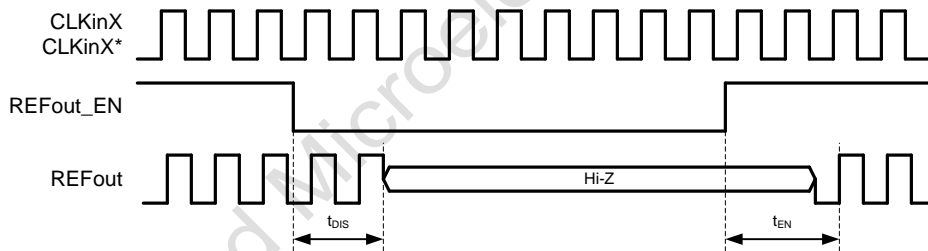

图 3, REFout_EN 时序图
- (2) V_{ID} 和 V_{OD} 电压的定义, 请参见**差分电压测量术语**。
- (3) 参数由设计指定, 未经生产测试。
- (4) 对于 $\geq 100MHz$ 的时钟输入频率, CLKinX 可以由高达 $3.3V_{PP}$ 的单端 (LVCMOS) 输入摆幅驱动。时钟输入频率 $< 100MHz$, 单端输入摆幅应限制在 $2V_{PP\ max}$ 以防止输入饱和 (请参阅**驱动时钟输入**用于连接 $2.5V/3.3V$ LVCMOS 时钟输入 $< 100MHz$ 到 CLKinX 的输入)。
- (5) 必须满足规定的 ESR 要求, 以确保振荡器电路没有启动问题。然而, 较低的 ESR 值的晶体可能需要保持在晶体的最大功耗 (驱动电平) 规格以下。参考晶体驱动电平考虑的**晶体接口**。
- (6) 输出工作在频率范围以外的情况请参见**典型特性**。
- (7) 对于 $100MHz$ 和 $156.25MHz$ 时钟输入条件, 附加 RMS Jitter (J_{ADD}) 使用方法#1 计算: $J_{ADD} = \sqrt{J_{OUT} * J_{OUT} - J_{SOURCE} * J_{SOURCE}}$, 其中 J_{OUT} 是在输出驱动器和 J_{SOURCE} 处测量的总 RMS 抖动是应用于时钟源的 RMS 抖动时钟输入。对于 $625MHz$ 时钟输入条件, 附加 RMS 抖动使用方法#2 进行近似计算: $J_{ADD} = \sqrt{2 * 10^{dBc/10}} / (2 * \pi * f_{CLK})$, 其中 dBc 是从 $1MHz$ 到 $20MHz$ 带宽集成的输出噪声底的相位噪声功率。相位噪声功率可以计算为: $dBc = \text{噪底} + 10 * \log_{10}(20MHz - 1MHz)$ 。附加 RMS 抖动近似为 $625MHz$ 使用方法#2, 因为时钟源的 RMS 抖动不够低, 无法实际使用方法#1。
- (8) 来自 GM5528 的 $122.88MHz$ LVPECL 时钟源。典型的 $J_{SOURCE} = 73fs$ RMS ($10KHz$ 至 $1MHz$) 和 $148fs$ RMS ($12KHz$ 至 $20MHz$)。有关详细信息, 请参阅 GM5528 数据表。
- (9) 输出缓冲器的噪底测量为缓冲器的远端相位噪声。通常这个偏斜是 $\geq 10MHz$, 但对于由于测量设备的限制的较低频率, 这个测量偏斜可以低至 $5MHz$ 。
- (10) 随着时钟输入压摆率的降低, 噪底会降低。与单端时钟相比, 差分时钟输入 (LVPECL, LVDS) 由于其共模噪声抑制, 在较低压摆率下噪底将不太容易下降。但是, 建议对差分时钟使用尽可能高的输入压摆率, 以实现最佳的噪底。
- (11) HCSL 或 CMOS 的交流时序参数取决于输出电容负载。
- (12) 参见图 3, 输出使能时间是 REFout_EN 拉高后使能输出所需的输入时钟周期数。相似地, 输出禁用时间是 REFout_EN 拉低后禁用输出所需的输入时钟周期数。要求 REFout_EN 信号的边沿转换应比输入时钟周期快得多, 以便进行准确测量。
- (13) 输出偏斜是在相同的电源电压和温度条件下工作时具有相同输出缓冲器类型和相同负载的任何两个输出之间的传播延迟差。